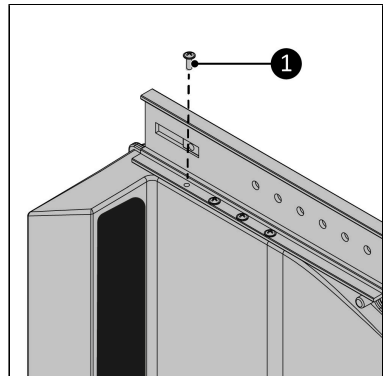

Figura 61.
6. Înșurubați șina principală la ieșire folosind cele opt șuruburi de 3,5 x 12 mm (Figura 61, nt. 1). Asigurați-vă că toate găurile șuruburilor se potrivesc.